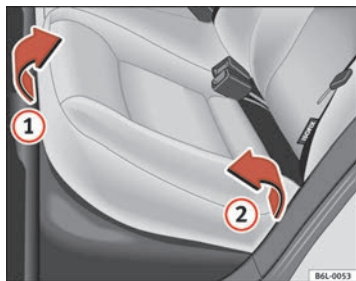
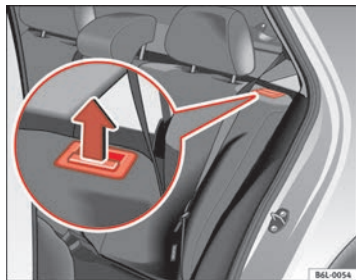

Abb. 72 Die Sitzfläche des Rücksitzes anheben
Abb. 73 Entriegelungstaste der Rücksitzlehne
- Ziehen Sie das Sitzpolster an der Vorderseite ⇒ Abb. 72 ① in Pfeilrichtung nach oben.
- Heben Sie das Sitzpolster ② in Pfeilrichtung nach vorne an.
- Ziehen Sie die Entriegelungstaste ⇒ Abb. 73 in Pfeilrichtung und klappen Sie die Sitzlehne nach vorne.